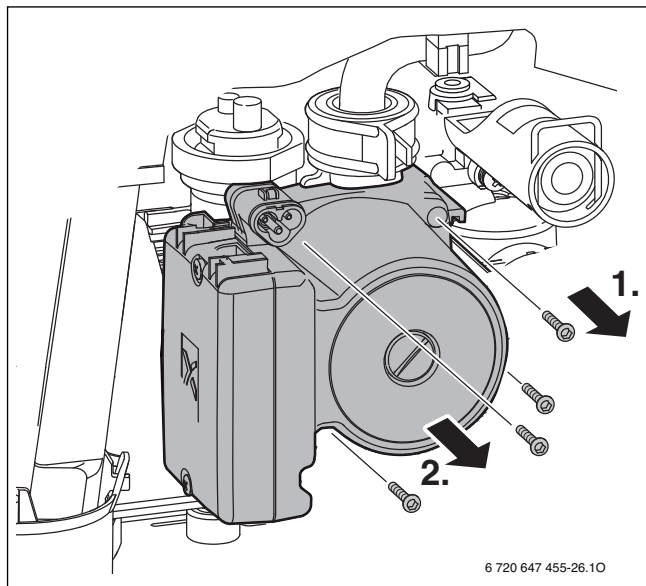

Bild 77
- ▶ Vier Schrauben entfernen (→ Bild 77).